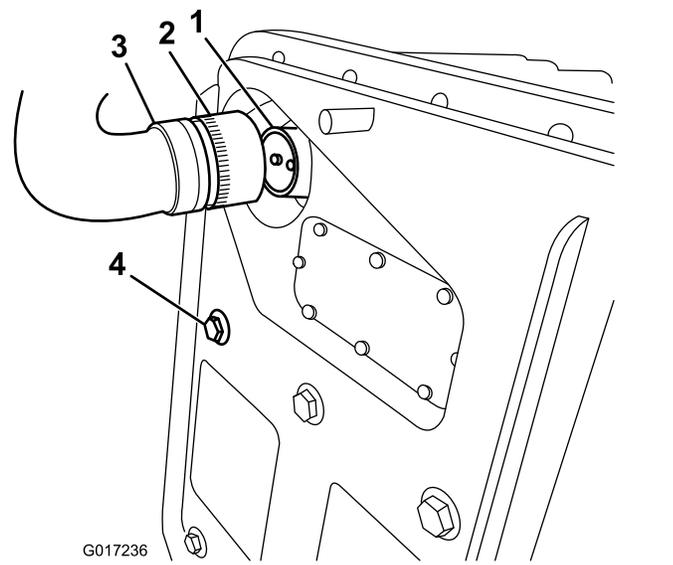
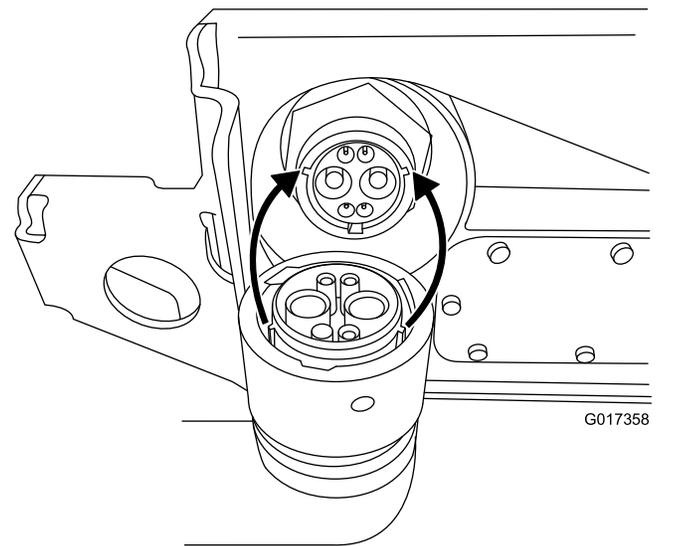

图13
图14
**注意：** 将线束接头按入电池接头 (图13 和 图14)。